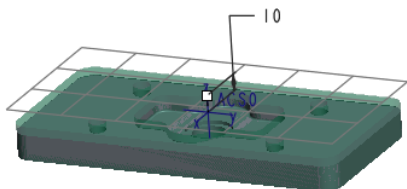

图 19.3.20 创建的退刀面
Step7. 退刀面的设置。在“设置：操作”操控板中单击按钮，在“间隙”设置界面中的类型下拉列表中选择选项，单击文本框，在模型树中选取坐标系 ACS0 为参照，在文本框中输入数值 10.0，在图形区预览退刀平面如图 19.3.20 所示。